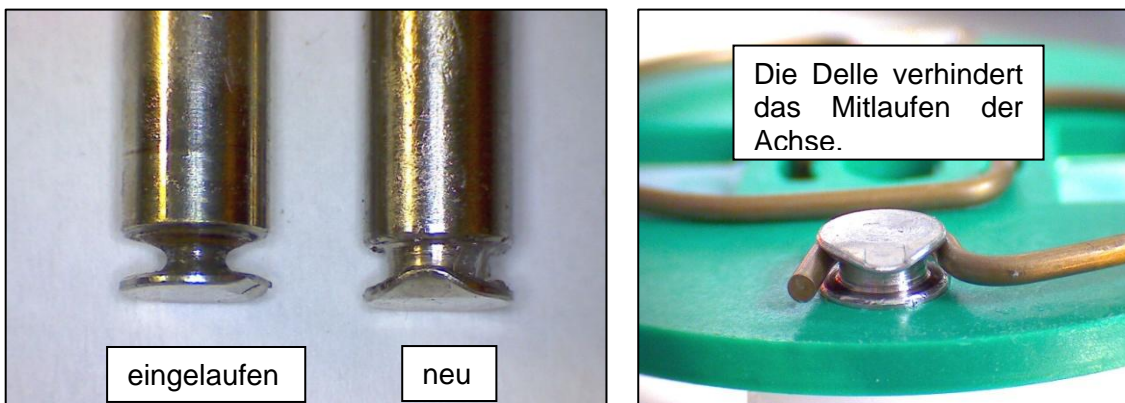

Abbildung 22 Überprüfung der Achsen der Andruckrollen
- Pumpenkopf ③ von der Motorwelle ziehen.
- Das Entfernen der Federn (4 Stück) ④ vom Rollenträger ist ohne Zuhilfenahme von Werkzeugen einfach möglich. Hierzu Feder aus der Nut ⑤ neben der Wellenbohrung herausziehen.
- Die Rollenachsen demontieren und die Rollen wechseln. Darauf achten, dass die Andruckfeder nicht in die Achse eingelaufen ist und die Einpressung (Delle) an der Achsenstirnseite beschädigt hat. Bei Abnutzung muss die Achse gewechselt werden (siehe Abbildung 22).
- Sicherstellen, dass die Kunststoffrollen leicht auf der Achse rollen. Nach dem Wiedereinbau der Achse mit Rolle in den Rollenträger muss die Feder wie in Abbildung 22 gezeigt, montiert sein. Bitte auf richtige Ausrichtung der Einkerbung (Delle) achten.